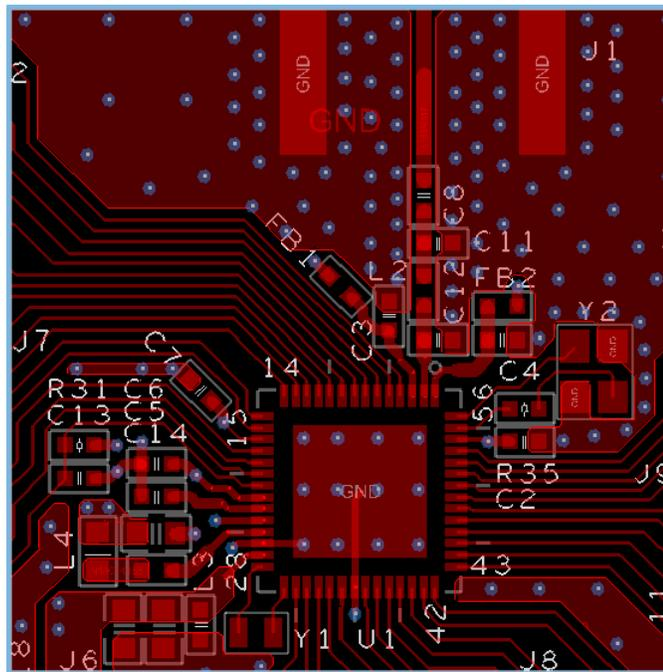

图 4-11 TOP层参考设计
1. 采用单面（TOP面）布局，且走线也尽量在TOP层，保证BOTTOM的地平面尽量完整。参考图 4-11，TOP层用于元器件布局和RF等关键信号走线。